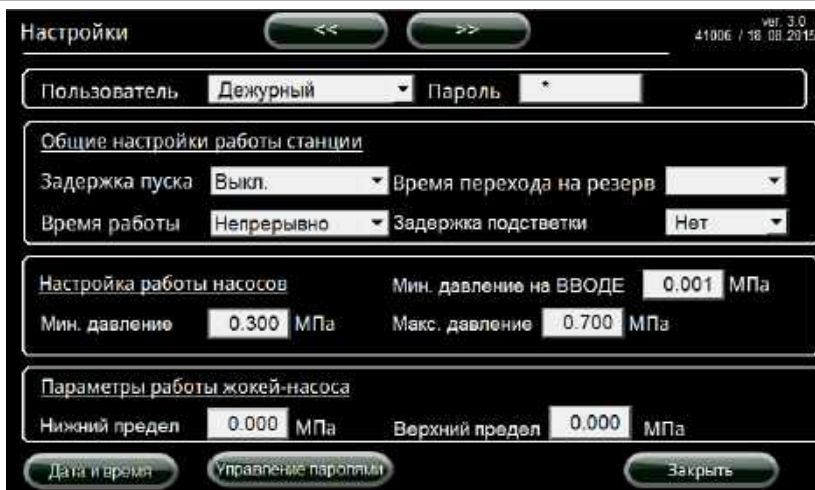

Рисунок 9 – Окно «Настройки» экран 1
8.11 При нажатии на кнопку «Настройки», откроется окно «Настройки экран 1» (рис. 9).